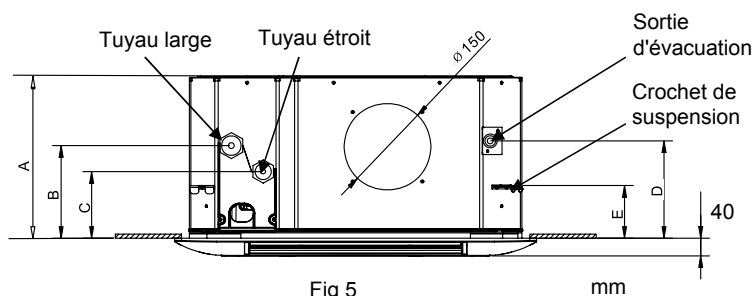
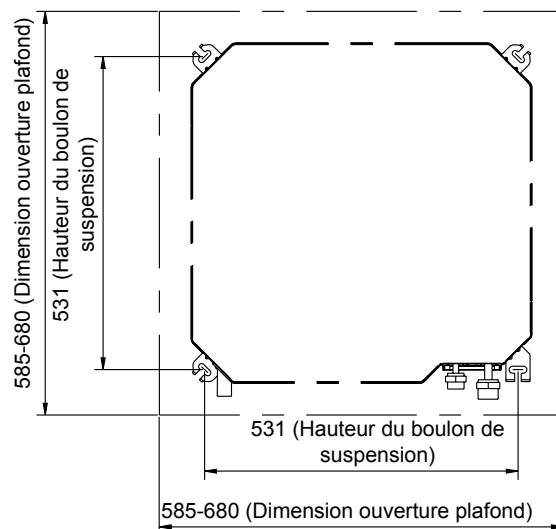

Fig 5
Fig 4
1. Utiliser un gabarit d'installation (fourni avec le panneau) pour choisir la position du boulon de suspension (Fig 4). Fig 5 et le tableau 1 montrent les rapports de dimensions.